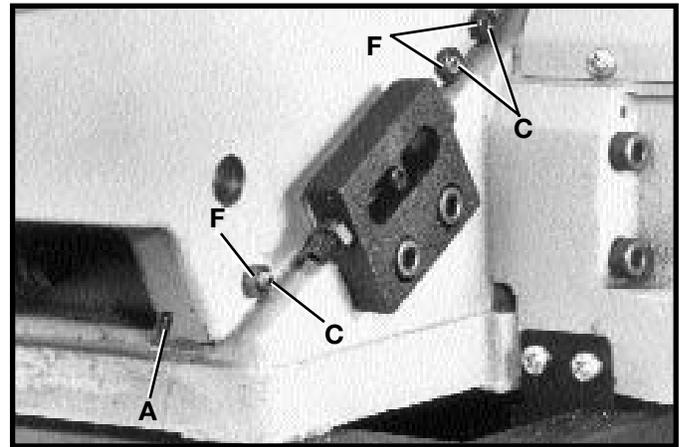

Fig. 46
Se proporcionan “correderas” para quitar la holgura entre las guías de cola de milano de la base y de las mesas de alimentación y avance de salida. La “corredera” para la mesa de alimentación aparece en (A) Fig. 46, y la “corredera” para la mesa de salida aparece en (B) Fig. 47. Es necesario el ajuste correcto de las “correderas” para el buen funcionamiento de la machimbradora. Las “correderas” fueron ajustadas en la fábrica y no deben exigir ajustes adicionales. Sin embargo, si llegase a ser necesario ajustar dichas “correderas”, haga lo siguiente:
1. Para ajustar las correderas de las mesas de alimentación o de avance de salida, afloje las tuercas de cierre (F) Fig. 46 para la mesa de alimentación, o dos tuercas de cierre (G) Fig.47 para la mesa de avance de salida. Asegúrese que la palanca de cierre de mesa esté aflojada para la mesa de alimentación. Para la mesa de avance de salida, asegúrese que el tornillo de cierre de mesa (E) Fig. 47 esté aflojado.
2. Apriete o afloje los tres tornillos de ajuste de las correderas (C) Fig. 46 según sea necesario para la mesa de alimentación, o dos tornillos de ajuste de correderas (D) Fig. 47 según sea necesario para la mesa de avance de salida. Comenzando con en tornillo inferior primero, y mientras que procede al tornillo superior, levante suavemente el borde externo de la mesa que está siendo ajustada. Esto desviará cualquier tendencia de la pieza fundida de la mesa a “caerse or desviarse” y permitirá el ajuste de la corredera a un asiento asegurado. Tras el ajuste de las correderas, apriete las tuercas de tornillo de cierre(F) Fig. 46, (G) Fig. 47, el tornillo de cierre de mesa (E) Fig. 47 y la palanca de cierre de la mesa de alimentación.